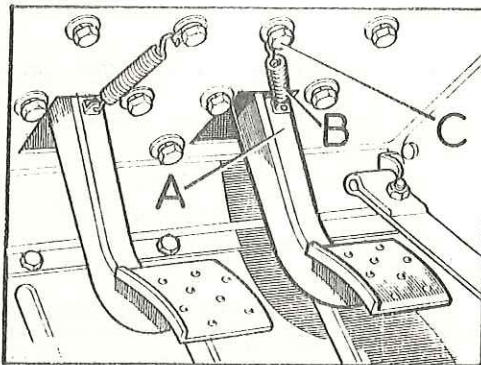
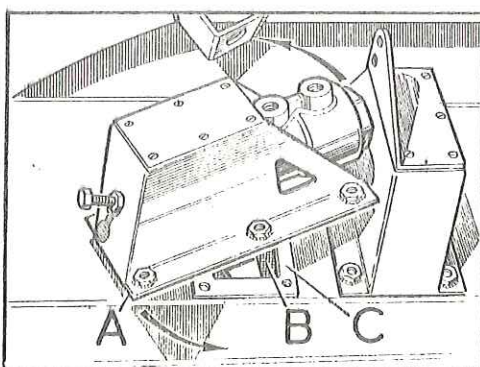

Fig. H-18 Elementos de fijación del -
Fig. H-22 Montaje del pedal y soporte
- 1.3. Soltar el muelle de retroceso, B (Fig. H-18) del pedal del freno, A.
- 2.7. Fijar el conjunto del pedal y soporte, A (Fig. H-22) al salpicadero, asegurándose que la junta, C, permanece en su sitio. Enganchar el muelle de retroceso, B (Fig. H-18) entre el pedal y el soporte del salpicadero.